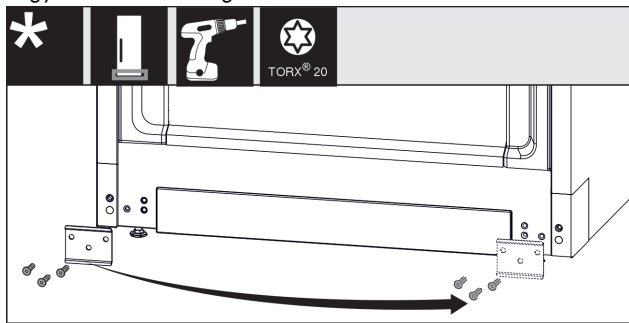

Fig. 19
- ▶ Csavarozza le a lemezt Fig. 19 (1), helyezze át a másik oldalra, és ismét csavarozza fel.